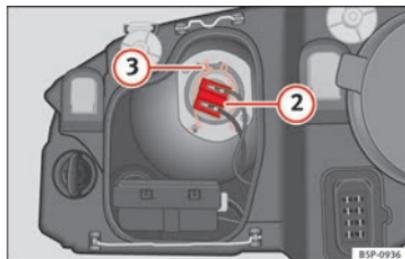

Fig. 185 Feux de croisement.
- Retirez le connecteur ⇒ fig. 185 ② de l'ampoule.
- Décrochez le ressort entrebâilleur ⇒ fig. 185 ③ en le pressant vers l'intérieur et vers la droite.